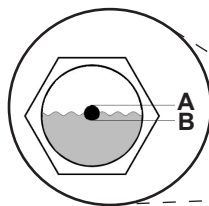

Fig. 7
Déposez le bouchon (voir C) (Fig. 7) de l'orifice de vidange d'huile et vidangez l'huile jusqu'à ce que l'écoulement ralentisse et que l'huile ne fasse que s'égoutter. Dévisser le bouchon de remplissage de l'huile (E) et ajouter de l'huile à compresseur (approx. 11.35 oz.) jusqu'à ce que le niveau se situe entre plein (full) (A) et ajouter (add) (B). Replacer le bouchon de remplissage de l'huile. Ne remplissez jamais au-dessus du niveau ou underfill la pompe.